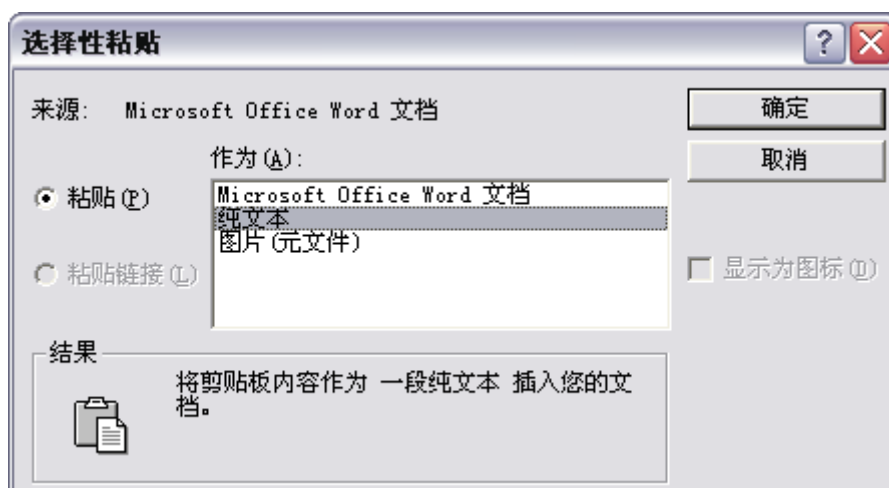

图 2-96 选择性粘贴对话框
- 1) 在其它支持 OLE 的 Windows 软件中选取一部分内容复制到剪贴板中，比如可以在 Word 中复制一行文字。在用右键单击出现的快捷菜单中选择【选择性粘贴】选项，弹出如图 2-96 所示的对话框。
- 3) 这个对话框与图 2-96 所示的对话框虽然形式上有所不同，但使用方法都一样，创建对象的方法也是两种：新建和由文件创建。在【新建】标签中的对象类型列表框中选择【电子图板】类型，单击【确定按钮】后，将会自动打开电子图板的编辑窗口，用户可以绘制所需的图形。